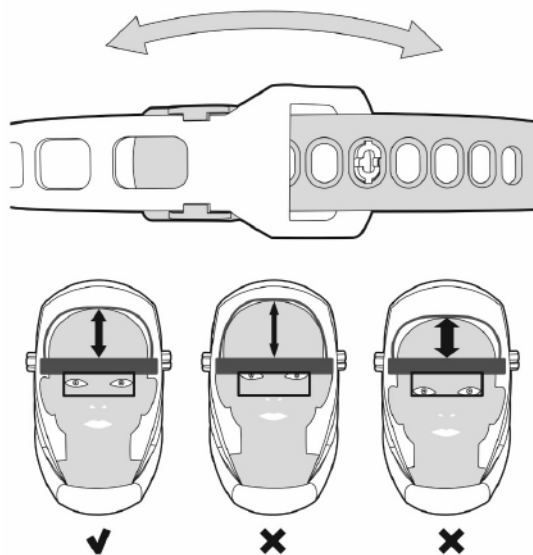

Рис. 8.2.2. Вертикальная регулировка.
**Вертикальная регулировка по высоте** (См. рис. 8.2.2): уменьшая или увеличивая размер ремней, отрегулируйте размер наголовника так, чтобы глаза находились в средней части светофильтра.